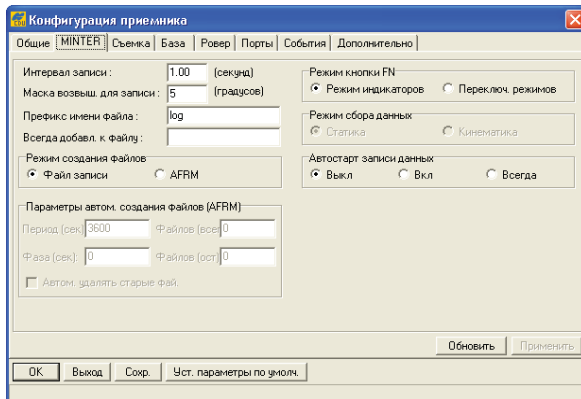

Рис. 3-41. Конфигурация приемника – вкладка MINTER
5. Нажмите **Конфигурация** ► **Приемник**, затем выберите вкладку **MINTER**, выполните настройку нижеприведенных параметров и нажмите **Применить** (Рис. 3-41). Описание данных параметров приводится на следующих страницах.